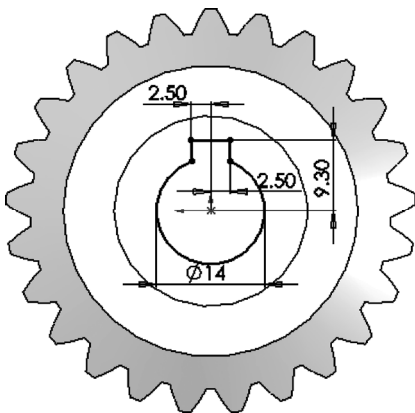

图 8-73 绘制键槽轴孔草图
**02** 绘制键槽轴孔草图。以锥齿轮的圆形底面为基准面，绘制图 8-73 所示的草图，作为键槽轴孔草图。